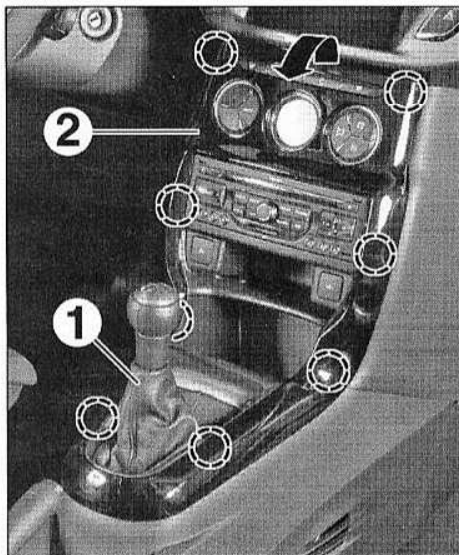

FIG.1
- Dégrafer le soufflet de levier de vitesses (1) de la console centrale de plancher (Fig.1).
- Dégrafer puis déposer la garniture de façade centrale (2) en commençant par le haut.